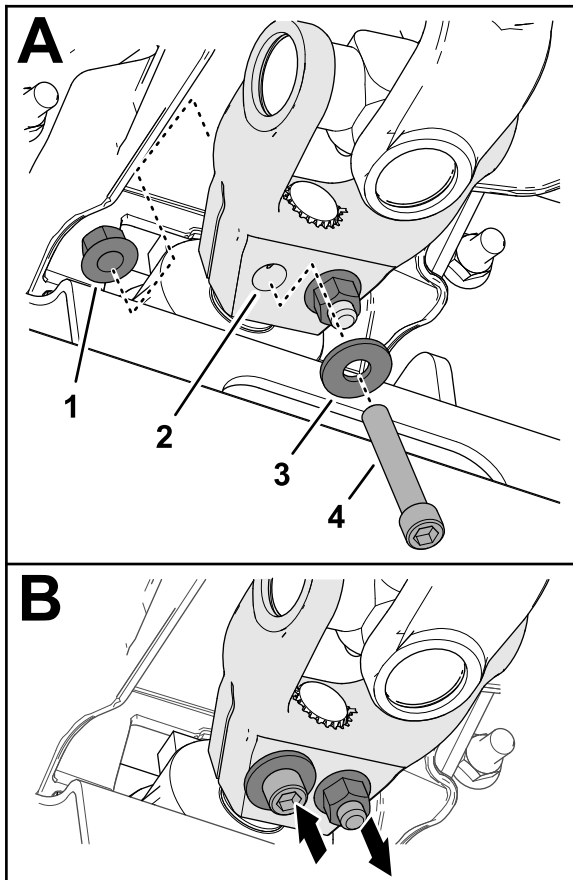

Figura 19
6. Monte um parafuso de cabeça sextavada interior ( $\frac{3}{8}$  pol. x  $1\frac{1}{4}$  pol.) através de uma anilha ( $\frac{3}{8}$  pol.) e o orifício na culatra da transmissão (Figura 19) e fixe o parafuso de cabeça cilíndrica com uma porca de bloqueio flangeada ( $\frac{3}{8}$  pol.).
7. Monte um parafuso de cabeça sextavada interior ( $\frac{3}{8}$  pol. x  $2\frac{1}{4}$  pol.) através de uma anilha ( $\frac{3}{8}$  pol.) e o orifício na culatra da transmissão a partir da direção oposta (Figura 19) e fixe o parafuso de cabeça cilíndrica com uma porca de bloqueio flangeada ( $\frac{3}{8}$  pol.).